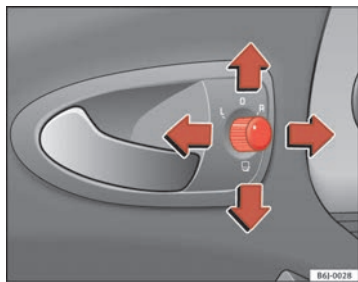

Abb. 65 Drehknopf für Außenspiegeleinstellung
1. Drehen Sie den Drehknopf ⇒ Abb. 65 in Stellung **L (linker Außenspiegel)**.
- Drehen Sie den Drehknopf ⇒ Abb. 65 in Stellung , um die Außenspiegel anzuklappen. Sie sollten die Außenspiegel immer anklappen, wenn Sie eine automatische Waschanlage durchfahren, um Beschädigungen zu vermeiden.